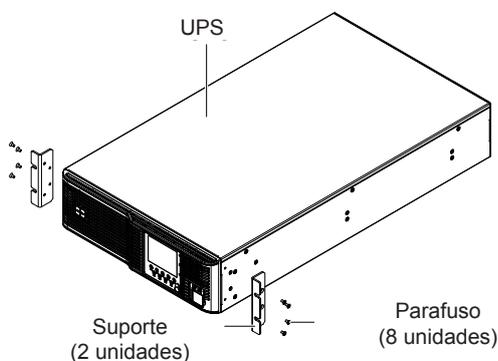

Figura 2-4 Instalação dos suportes
1. Utilize oito parafusos M4x10 para fixar dois suportes (acessórios) aos dois lados do painel frontal UPS, como mostra a Figura 2-4.